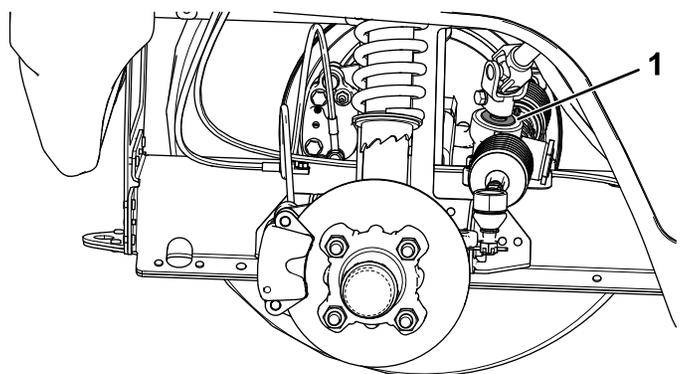

Figura 43
**Importante:** Verifique o estado e a segurança do vedante do eixo pinhão (Figura 43).